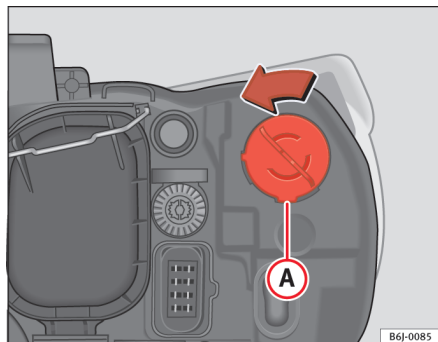

Fig. 144 Feu clignotant
- Tournez le porte-lampes ⇒ fig. 144 A vers la gauche puis tirez.